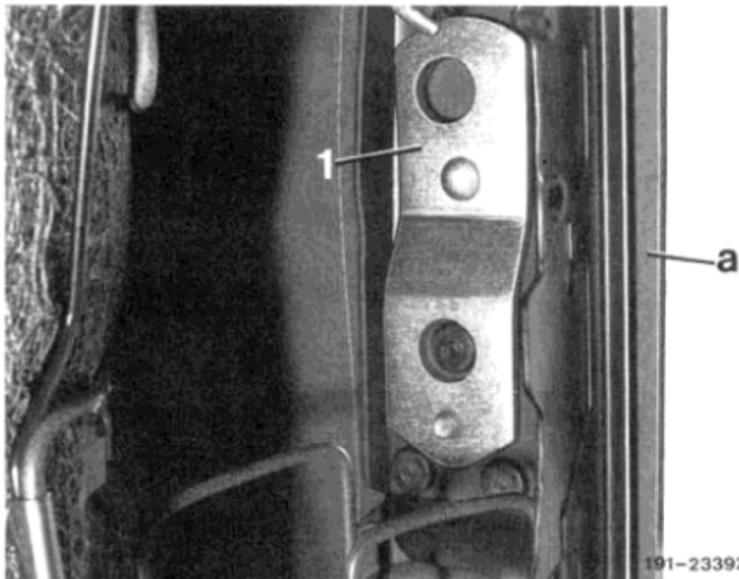

Bild 1
- 4 Verstärkung am Rückenlehnenrahmen innen einlegen (Bild 1).